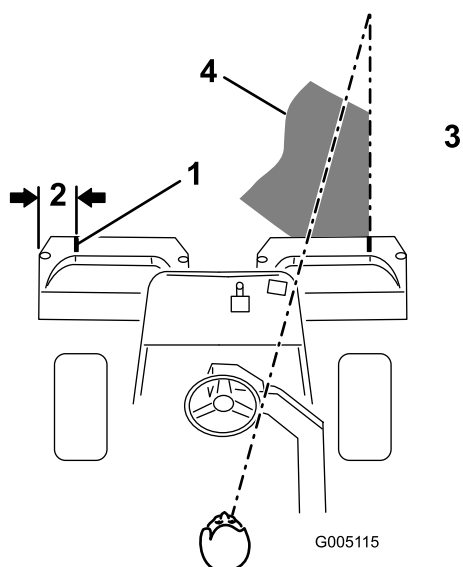
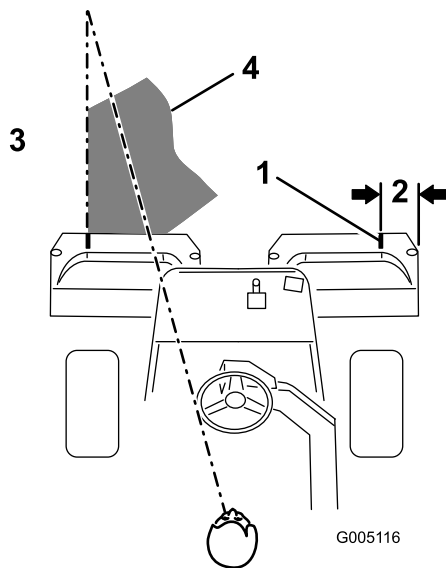

図 40
図 41
2. その位置に白色テープか白ペンキで集草箱の縁と平行に目印を入れる（図 40）。
3. 行きと帰りでのオーバーラップができるだけ小さくなるように運転します。隣の列との距離を一定に保って直進するには、本機の前方約2～3mを視野に捕らえておくのがポイントです（図 40および図 41）。ハンドルを目印にして距離を合わせても良いでしょう。その場合、ハンドルの縁と本機前方の目標ラインとを重ねて見ながら運転します（図 40および図 41）。